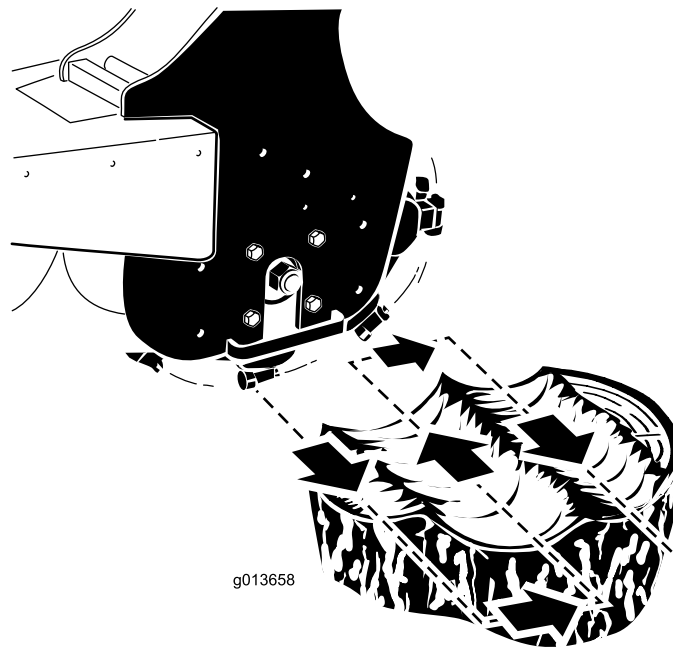

Figura 9
4. Coloque el desbastador en el lado izquierdo y detrás del tocón (Figura 9).
5. Mueva el desbastador hacia usted usando la palanca de inclinación del accesorio, desbastando con una profundidad de corte de entre 1/4 a 2 pulgadas (0,5 y 5 cm), dependiendo de la dureza de la madera (Figura 9).
6. Mueva el desbastador de nuevo a la posición inicial (Figura 9), bájelo de 0,5 a 5 cm y repita los pasos 4 a 6 hasta que haya desbastado unos 5–10 cm.
8. Mueva el desbastador a la derecha (Figura 9).